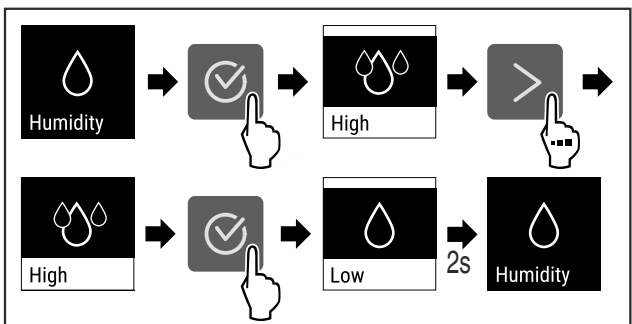

Fig. 95
- Eseguire i passaggi (vedere Fig. 95).